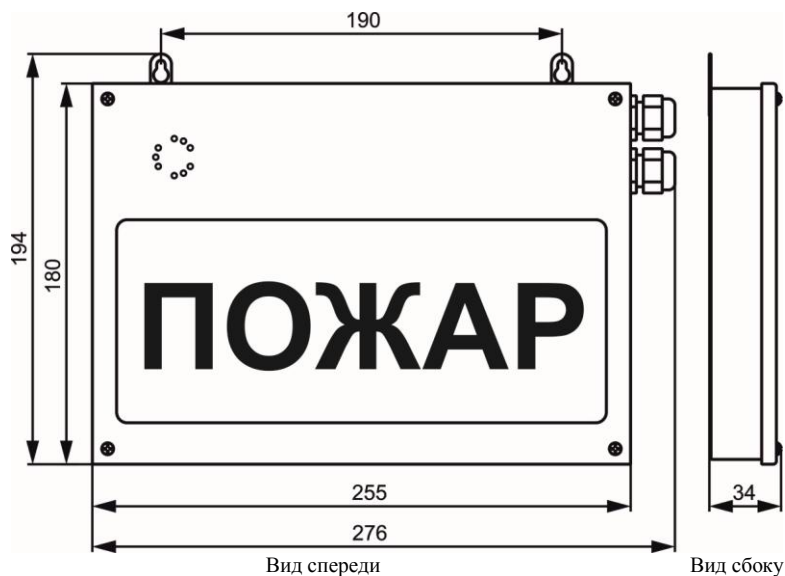

Рис. 1. Внешний вид, габаритные и установочные размеры корпуса оповещателя
Габаритные размеры, мм	см. рисунок 1
- согласно установочным размерам (см. рисунок 1) просверлить в стене два отверстия, вставить в них дюбеля и вкрутить шурупы;